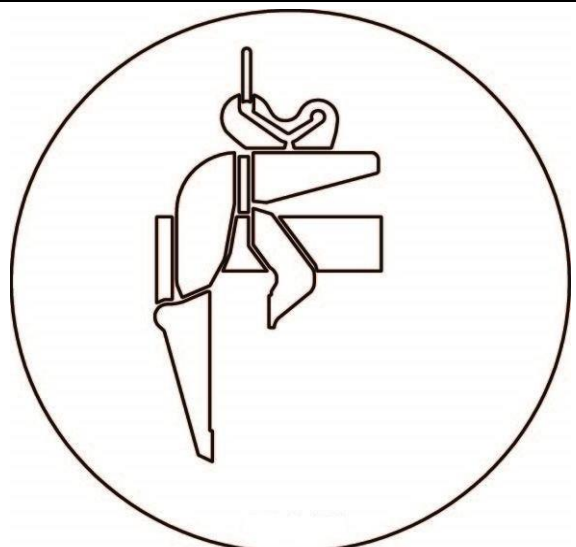

Bild B1 (positie stationaire slag)
- Stel vervolgens het geopende (vergrendelde) werktuig (WEZ) met de beweegbare grijpbekken (9) op de dwarsbalk met afstelgaten (10) af op de kleinst mogelijke grijpbreedte.
- Open hiervoor de lynchpen (A) en verwijder vervolgens de pen (B) en plaats deze na het instellen van de grijpbreedte weer terug en zet deze vast met de lynchpen (A). → zie **Afbeelding A**
- Controleer voor het heffen van het lege werktuig (WEZ zonder last) of de automatische omschakelinrichting (4) ingeschakeld is en het werktuig dus open blijft staan.
BELANGRIJK: Het ophangoog (1) moet in de **achterste** positie staan (zie figuur B1 "lege slag") van de ophanglip (2).. → **Bild B/Bild B1**